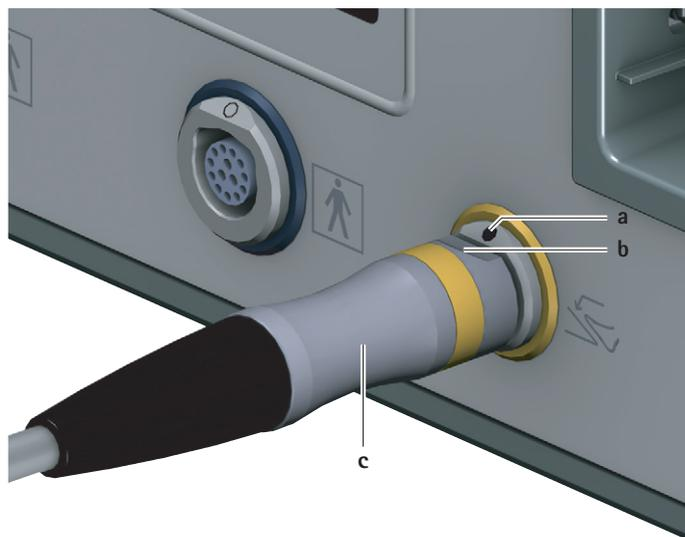

Fig. 2 Anslut fotstyrning
- ▶ Rikta fotstyrningens kontaktstycke c så att markeringen b på kontaktstycket stämmer överens med markeringen a på fotstyrningens 6 anslutningsuttag, se Fig. 2.
- ▶ Dra ut kontakten för fotstyrningen **c** från anslutningsuttaget för fotstyrningen **6**, se Fig. 2.